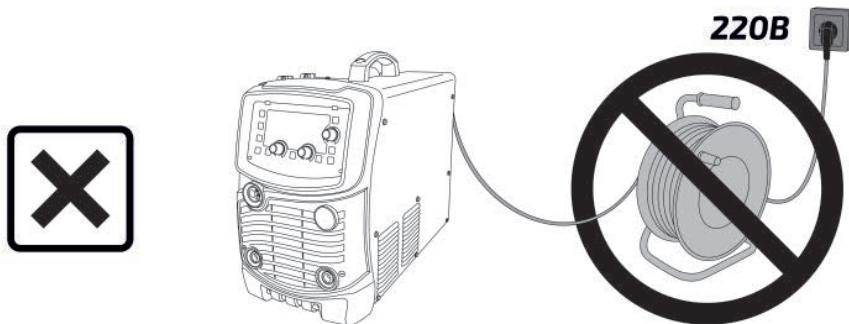

Рис. 7.3.3. Схема неправильного подключения и удлинения кабелей сварочного аппарата.
**Данный вид подключения (рис. 7.3.3) приводит к выходу сварочного аппарата из строя!**